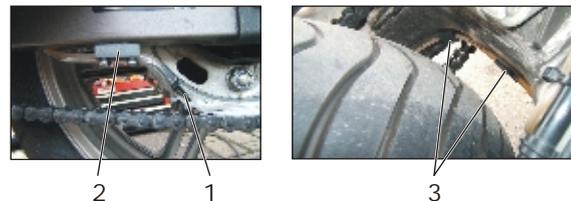

Bild 8 Befestigung der Schlauchhalterungen an der Schwinge
2. Befestigen Sie das Haltestück (2, Bild 8) mit Sofortklebstoff an der Schwingenunterseite. Das Haltestück fixiert das Schlauchendstück, an dem das Öl austritt.